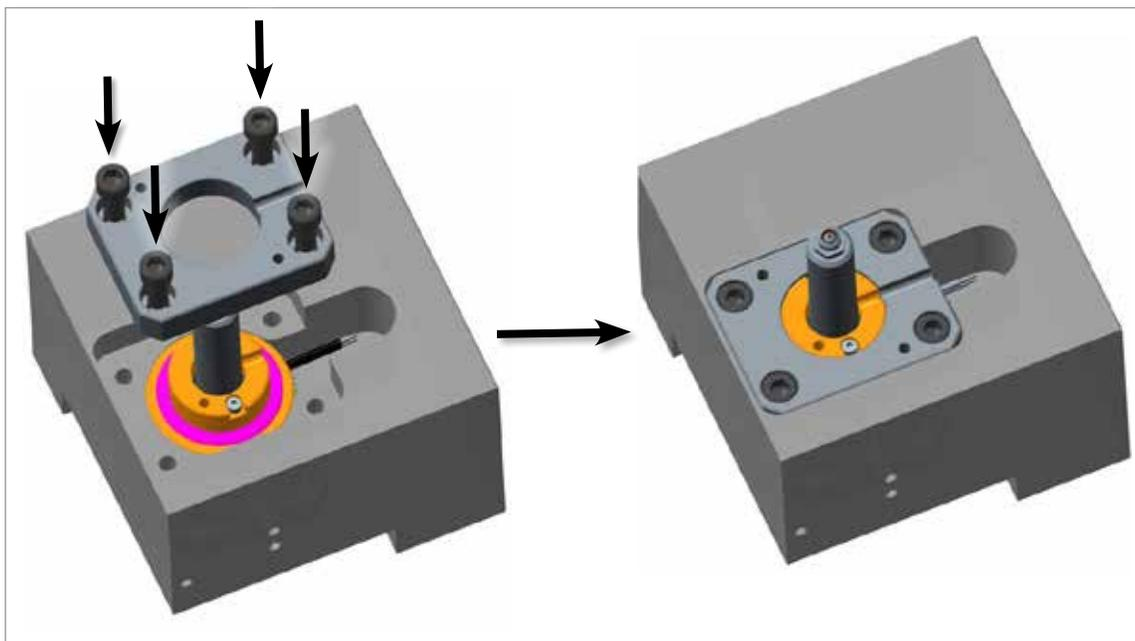

Figura 11-25 Conexión de la placa de soporte personalizada
6. Conecte la placa de soporte personalizada a la placa del colector con cuatro tornillos de cabeza hueca. Apriete a 72 Nm (53 ft-lb). Consulte la Figura 11-25.